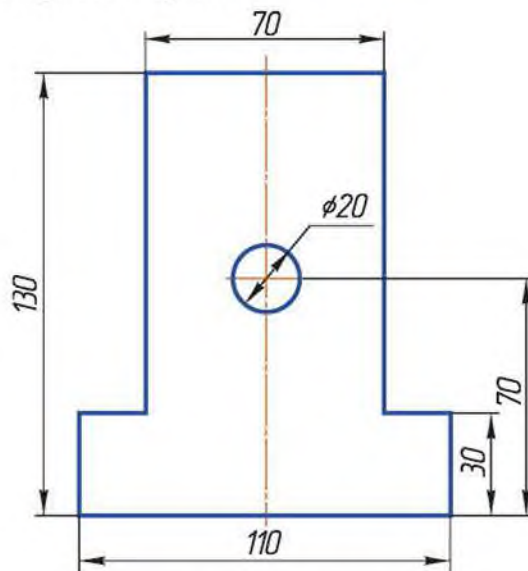

Рисунок 3.7 Эскиз детали
2. По эскизу выполните контур детали (рисунок 3.7) на поле чертежа и нанесите размеры. Сохраните чертеж.
3. Поэкспериментируйте на чертеже (рисунок 3.7), заменив стрелки на засечки. Измените формат и масштаб документа.